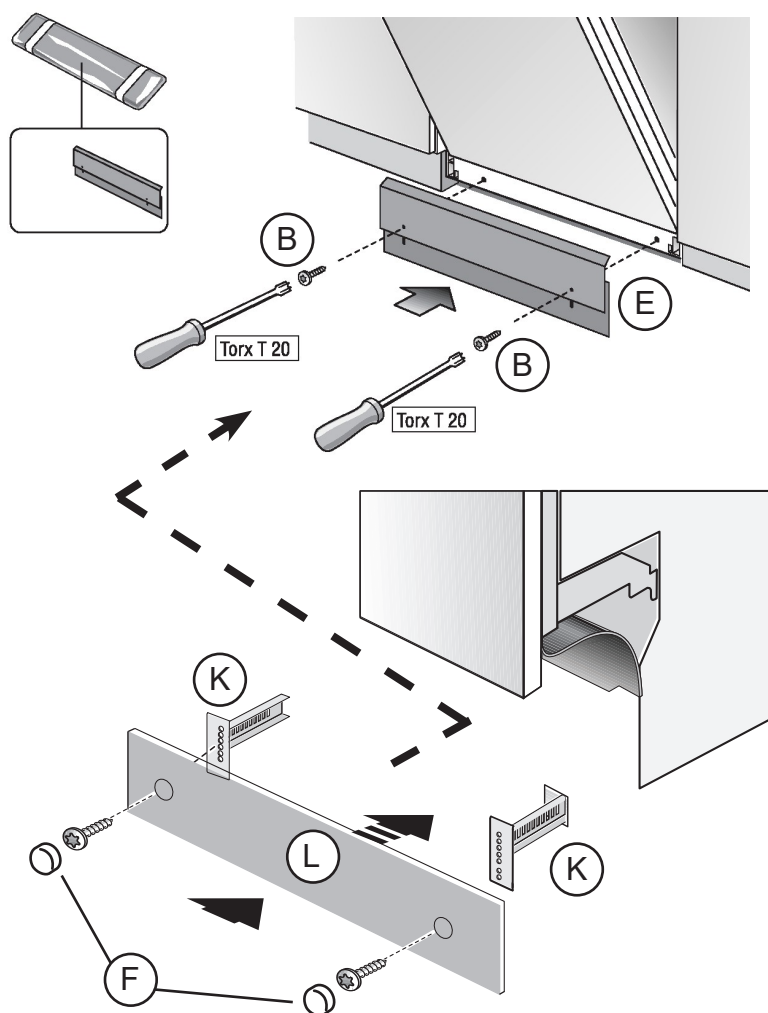
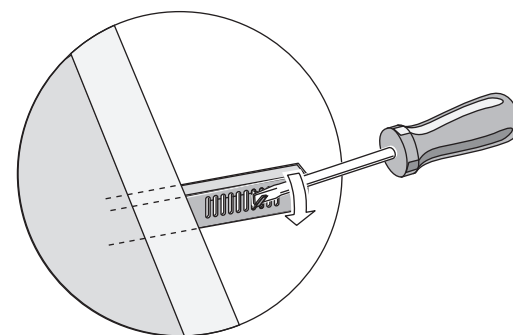

Figure 22
Figure 23
3. Insérer les deux vis noires (comprises) dans les trous prévus sur le panneau de plinthe et les visser. Utiliser les vis fournies afin d'éviter d'endommager le lave-vaisselle. Voir la **Figure 22**.
4. Pour les modèles dotés d'un panneau de plinthe extérieur (3ème pièce), faire glisser les pattes (K) fournies dans les fentes du panneau que vous venez de monter.
5. Une fois la position correcte d'une patte de fixation établie, retirer la patte et plier la languette en métal. Voir la **Figure 23**. Ceci permet de veiller à ce que le panneau de plinthe ne glisse pas plus loin que nécessaire.
7. Fixer le panneau de plinthe extérieur (L) sur les pattes de fixation et visser les vis (F) fournies pour mettre le panneau en place.